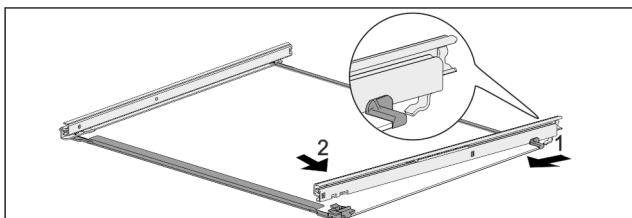

Fig. 85 Sklenená doska s kolajničkami
- Zaháknite kolajničku vzadu. Fig. 85 (1)
- Zaklapnite kolajničku vpred. Fig. 85 (2)